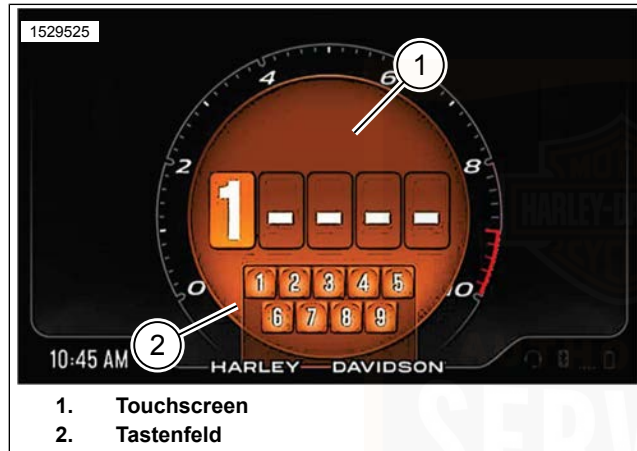

Abbildung 22. PIN-Bildschirm mit Eingabe über ein Tastenfeld
1. Siehe Abbildung 22. Beim Berühren des PIN -Bildschirms (1), wird der Tastatureintrag (2) angezeigt.